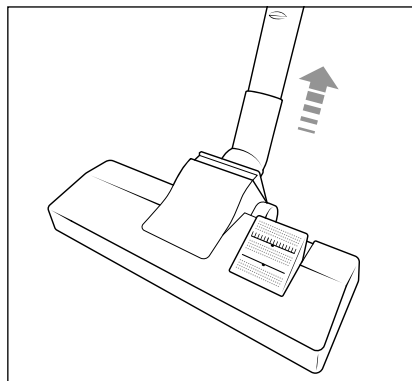

Fig. 7
- ◆ For at fjerne gulvbørsten **14** fra teleskopsugerøret **16** skal du tage teleskopsugerøret **16** af gulvbørsten **14** (se fig. 7).